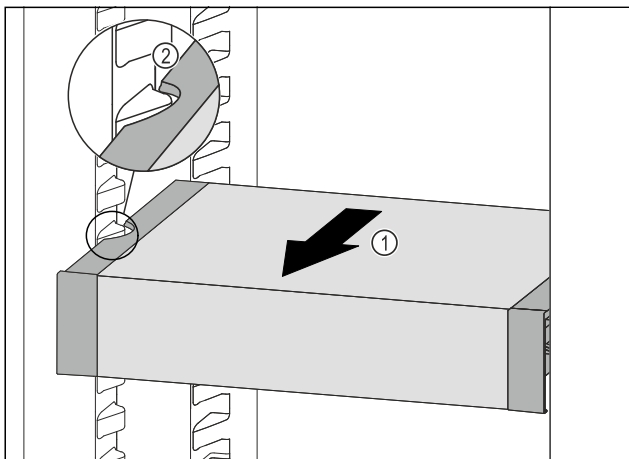

Fig. 107
- Tirare VarioSafe in avanti Fig. 107 (1) fino a quando le cavità laterali di VarioSafe non si trovano al livello della nervatura del contenitore nel vano frigorifero. Fig. 107 (2)